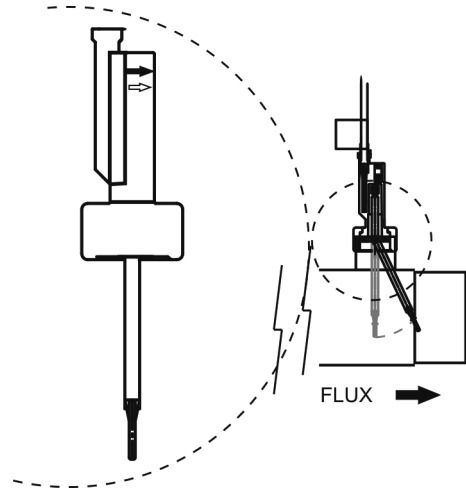

Fig. 11b
3. Une flèche est marquée sur la tête du détecteur de flux. Assurez-vous que cette flèche est parallèle à l'axe de la conduite et qu'elle coïncide avec la direction du flux de l'eau (Fig. 11b).